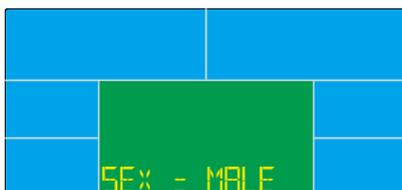

図 24
- (1). ストップ（停止）状態で操作可能です。
- (2). 体脂肪率を測定したい場合は、体脂肪測定ボタンを押して、個人情報（性別・身長・体重）を設定する画面に入ります（図 24～26）、設定が完了したら、実行を開始します。ウィンドウに BODY FAT が表示され、約 2 秒間後に画面に --, --, --, --, が表示され、両手でハンドルの金属脈拍センサーを正確に握って、約 8 秒に測定結果が表示されます（図 27）。測定失敗になった場合（例えば脈拍センサーを正確に握ってない）は、8 秒間経過後に E-1 エラー信号が表示されます（図 28）、E-4 が表示されると脂肪率が設定範囲（5.0% ～50%）を超えたというメッセージです（図 29）。